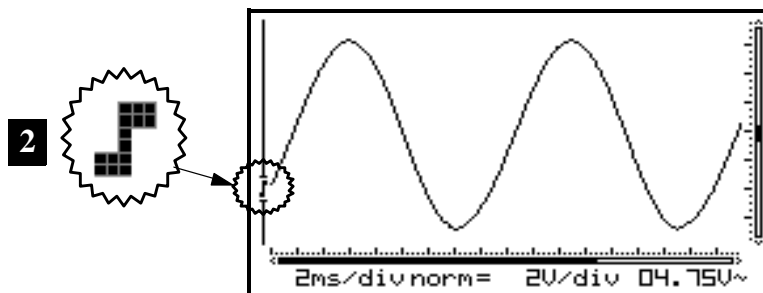

Fig 42
2. Arranque en el flanco descendente de la señal: la pantalla visualiza la señal solamente cuando detecta un flanco negativo, es decir, la señal tiene que cambiar de arriba hacia abajo para provocar el arranque. (Fig. 42)